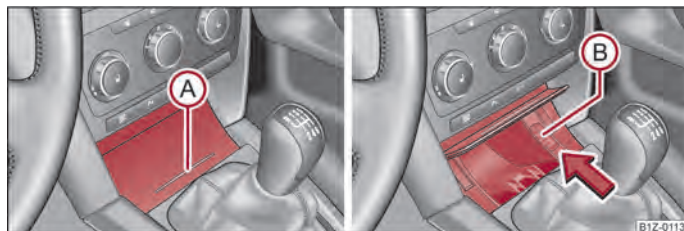

Fig. 70 Console centrale : Cendrier avant/extraire la boîte du cendrier avant
- Appuyez sur la partie inférieure du couvercle du cendrier - voir position (A) ⇒ fig. 70.